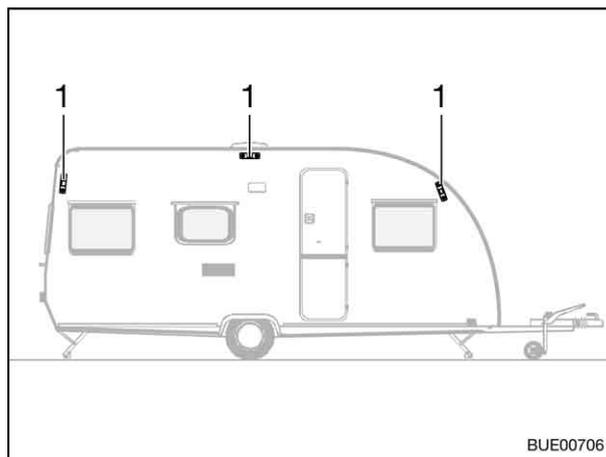
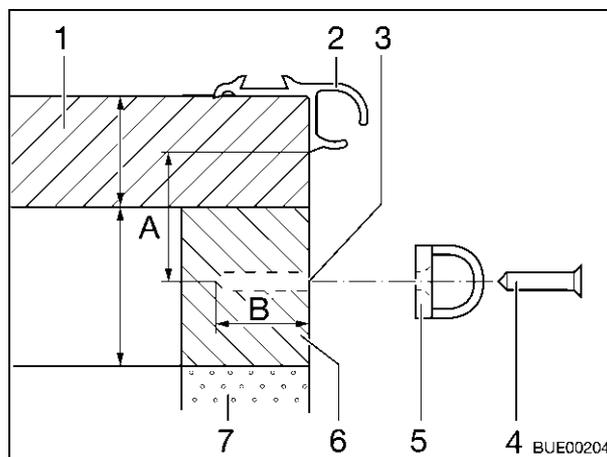

Bild 222 Vorzeltösen am Caravan
Bild 223 Vorzeltösen montieren
Die Bohrungen (Bild 223,3) für die Vorzeltösen (Bild 222,1) müssen 35 mm (Bild 223,A) unterhalb der Vorzeltleiste (Bild 223,2) angebracht werden. Nur an diesen Positionen haben die Schrauben (Bild 223,4) Halt in den unter dem Dach (Bild 223,1) liegenden Holzleisten (Bild 223,6). Unterhalb der Holzleisten enthalten die Wände eine Styroporfüllung (Bild 223,7).
- Vorzeltösen (Bild 223,5) mit Schrauben (Bild 223,4) befestigen.
- Vorzelt mit dem einen Ende in die Vorzeltleiste (Bild 223,2) einführen.